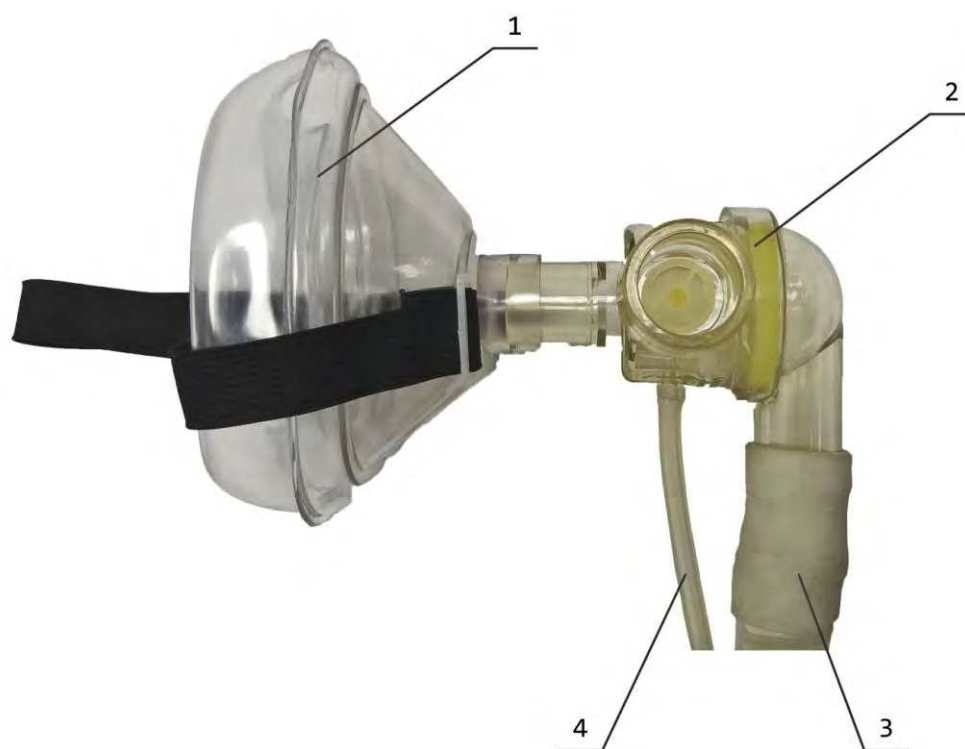

Рисунок 1 – Внешний вид аппарата
Внешний вид аппарата представлены на рис.1. Элементы дыхательного контура представлены на рис.2.
1.4.2 Аппарат работает от внутреннего или внешнего источника питания при давлении кислорода на впускном коннекторе 13 (рисунок 1) в диапазоне от 270 до 600 кПа и потоке кислорода не менее 70 л/мин. Пневматическая схема аппарата приведена в приложении Б.
Газ для вдыхания проходит по дыхательному шлангу 3 через клапан пациента 2 и через лицевую маску 1 (рисунок 2) или трахеальную трубку в дыхательные пути пациента. Клапан пациента оснащен обратным клапаном, который позволяет выдыхаемому воздуху выходить через выпускное отверстие, не попадая в аппарат. Давление кислорода в дыхательном контуре аппарата отображается на дисплее 2 (рисунок 1) во время процесса ИВЛ.
Настройки вентиляции регулируются ступенчато переключателями установки величины минутного объёма «**МО (л/мин)**» и частоты «**Частота (1/мин)**» (рисунок 1). Режимы вентиляции, величина соотношения вдоха и выдоха пациента, а также величина дыхательного давления в отверстии для подсоединения пациента устанавливаются на дисплее аппарата с помощью кнопок «» (рисунок 1).
Ручной режим вентиляции предназначен для экстренной подачи непрерывного потока кислорода или кислородно-воздушной смеси. Объём подаваемого кислорода или кислородно-воздушной смеси объёма изменяется от 0,5 до 30 л/мин с промежуточными значениями 3, 6, 9, 11, 13, 15, 20, 25 л/мин и зависит от положения переключателя «МО (л/мин)» (рисунок 1). В ручной режим можно зайти из любого режима вентиляции или основного меню сразу после включения аппарата, нажимая и удерживая кнопку «**Р**». Вход в ручной режим из любого режима вентиляции вызывает его прерывание и остановку отображения графиков зависимости давления и объёма от времени.
Режим реанимации применяется при проведении сердечно-лёгочной реанимации и подачи потока кислорода или кислородно-воздушной смеси в лёгкие пациента. Величина минутного объёма изменяется от 0,5 до 30 л/мин с промежуточными значениями 3, 6, 9, 11, 13, 15, 20, 25 л/мин и зависит от положения переключателя «МО (л/мин)» (рисунок 1).
Режим реанимации (REAN) устанавливается на дисплее аппарата с помощью кнопок «» (рисунок 1). Данный режим обеспечивает пациента двумя последовательными вдохами длительностью 1 секунда с интервалом 1 секунда после 30 последовательных звуковых сигналов метронома с частотой от 100 до 120 ¹/мин. После окончания отсчётов звучит речевое сообщение «Внимание! Производятся вдохи».